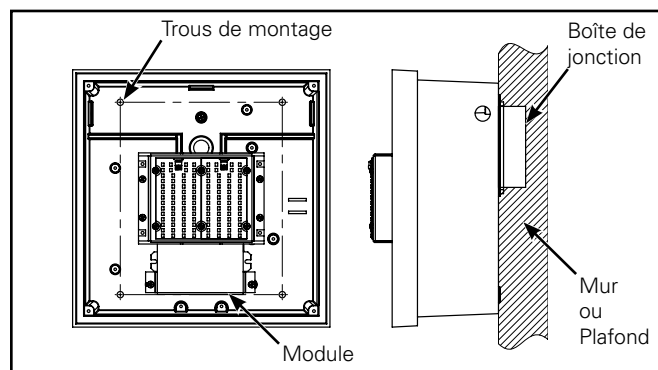

Figure 10.
- Centrez le boîtier coulé sur un plafond lisse et plat ou mur par-dessus la boîte de jonction. Utilisez le boîtier coulé comme gabarit pour positionner les fixations (Figure 10).